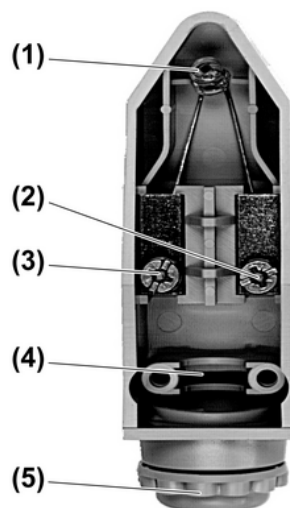
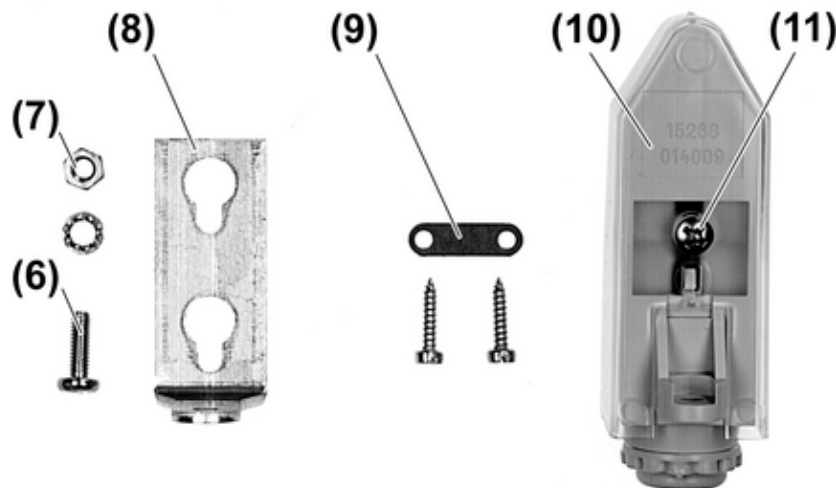

Figura 1: Sensore solare vista frontale
Figura 2: Sensore solare e accessori in dotazione
- Montare il sensore solare con l'angolare di montaggio (8) in un luogo adatto per il rilevamento della luminosità, con il passacavo orientato verso il basso (figura 2).
- Collegare l'angolare di montaggio (8) e l'alloggiamento con la vite (6), la rondella e il dado (7) forniti in dotazione.
- Inserire il cavo sensore (5) nell'alloggiamento.
- Collegare il cavo sensore ai morsetti di collegamento sole (2) e massa (3) (figura 1).
- Fissare il cavo sensore col sistema antitrazione (9).
- Applicare dall'alto il coperchio trasparente dell'alloggiamento (10) fino a farlo scattare in posizione e fissarlo da dietro con l'apposita vite fornita in dotazione (11) (figura 2).